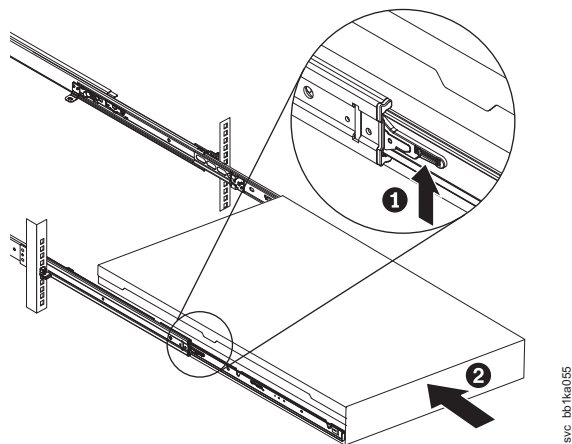

図 69. ラックのスライド・レールの ロック・レバーを上げる
8. スライド・レール上のロック・レバー（86 ページの図 69 の **1**）を上げて、サーバー **2** を、所定の位置にカチッと音を立てて収まるまで、ラック内に完全に押し込みます。